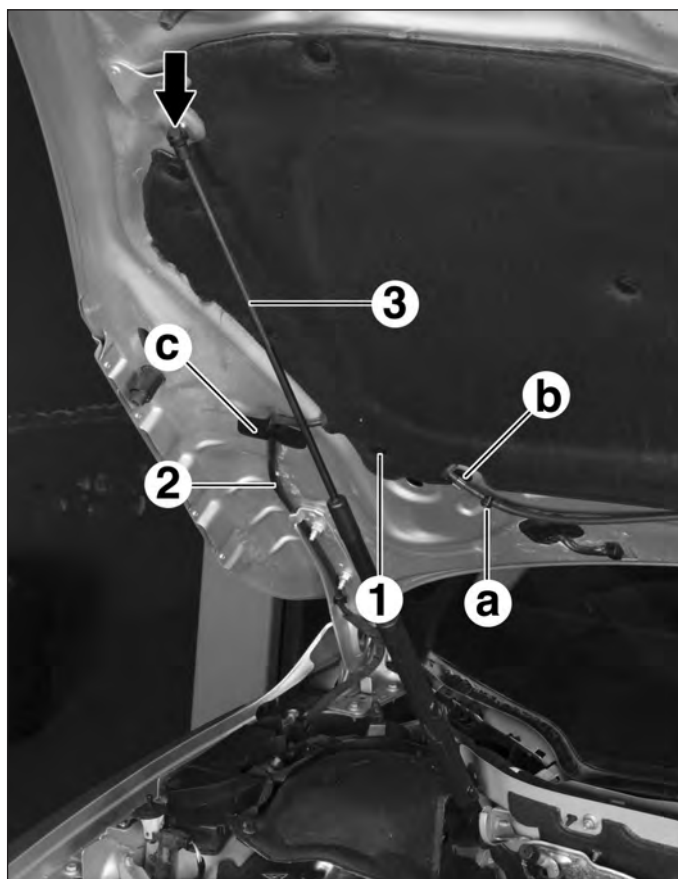

FIG.149
- Déposer l'agrafe (1) (Fig.149).
- Débrancher le tuyau de lave-glace (2) en (a).
- le tuyau de lave-glace (2) en (b) et (c) et le dégager du capot,
- le vérin (3) suivant la flèche.